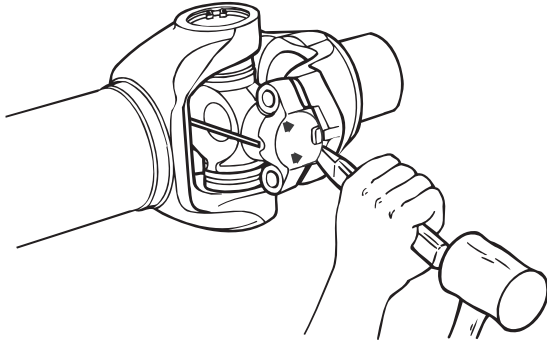

Figura 4.3
- Si es necesario, use una herramienta apropiada para palanquear el buje de ala para fuera del yugo final. Figura 4.3.